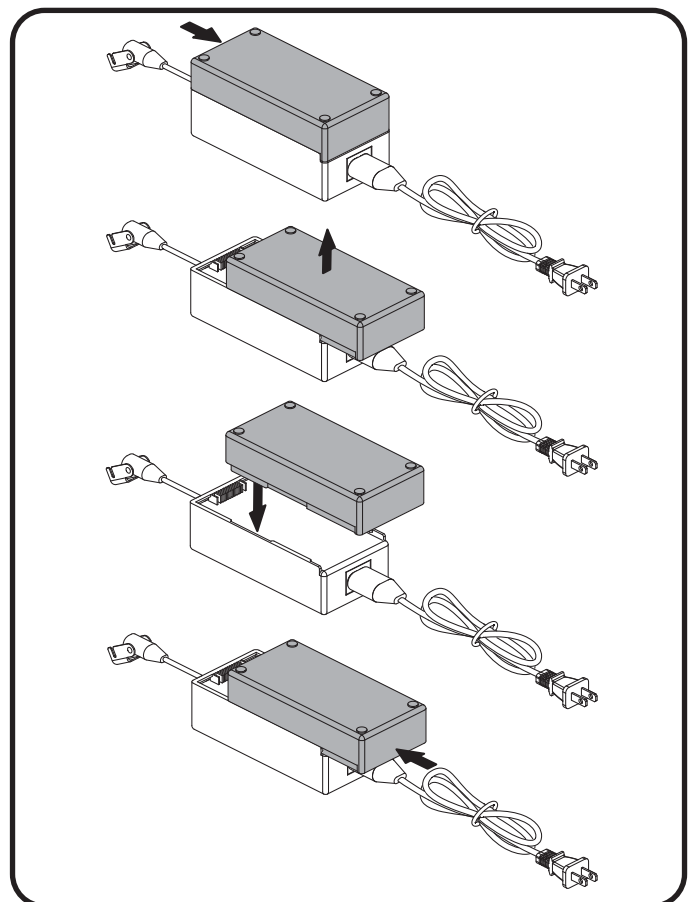

Figure 4.3 Sostituzione della batteria agli ioni di litio
2. Posizionare il trasformatore esterno in modo che la batteria agli ioni di litio sia rivolta verso l'alto (fig. 4.3).
5. Posizionare la nuova batteria agli ioni di litio sopra il trasformatore esterno con le scanalature di fissaggio rivolte verso il trasformatore esterno (fig. 4.3).